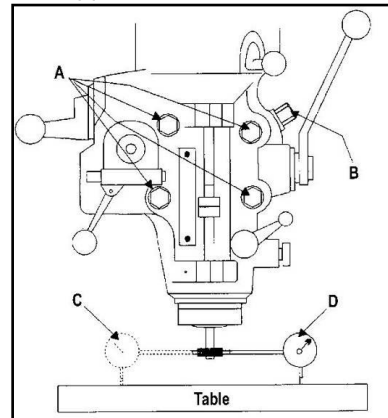

Рис.19
5. Установите лимб в оправку и закрепите, используя стержень оправки (Рис.19).